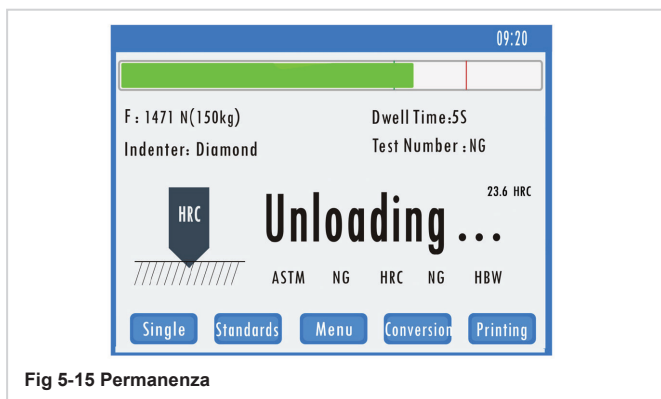
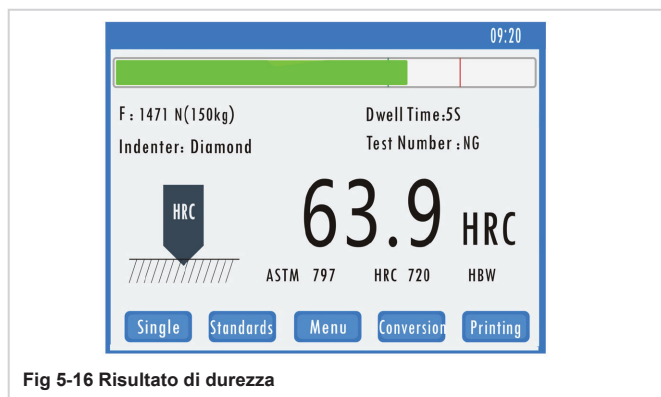

Fig 5-15 Permanenza
Fig 5-16 Risultato di durezza
**5.3.5** Il motore deve essere avviato, effettuando il caricamento automatico della forza di prova principale. Il tempo di permanenza della forza di prova totale è di 5 secondi e lo schermo effettua un conto alla rovescia del tempo di permanenza fino al raggiungimento di 0 secondi (**vedere Fig 5-15**). Il motore deve essere nuovamente ruotato; lo strumento scarica automaticamente la forza di prova principale; quindi mantiene la forza di prova iniziale. Quando il segnalatore acustico emette un suono, leggere il valore di durezza mostrato nell'area di visualizzazione del valore di durezza sullo schermo, vedere **Fig. 5-16**.